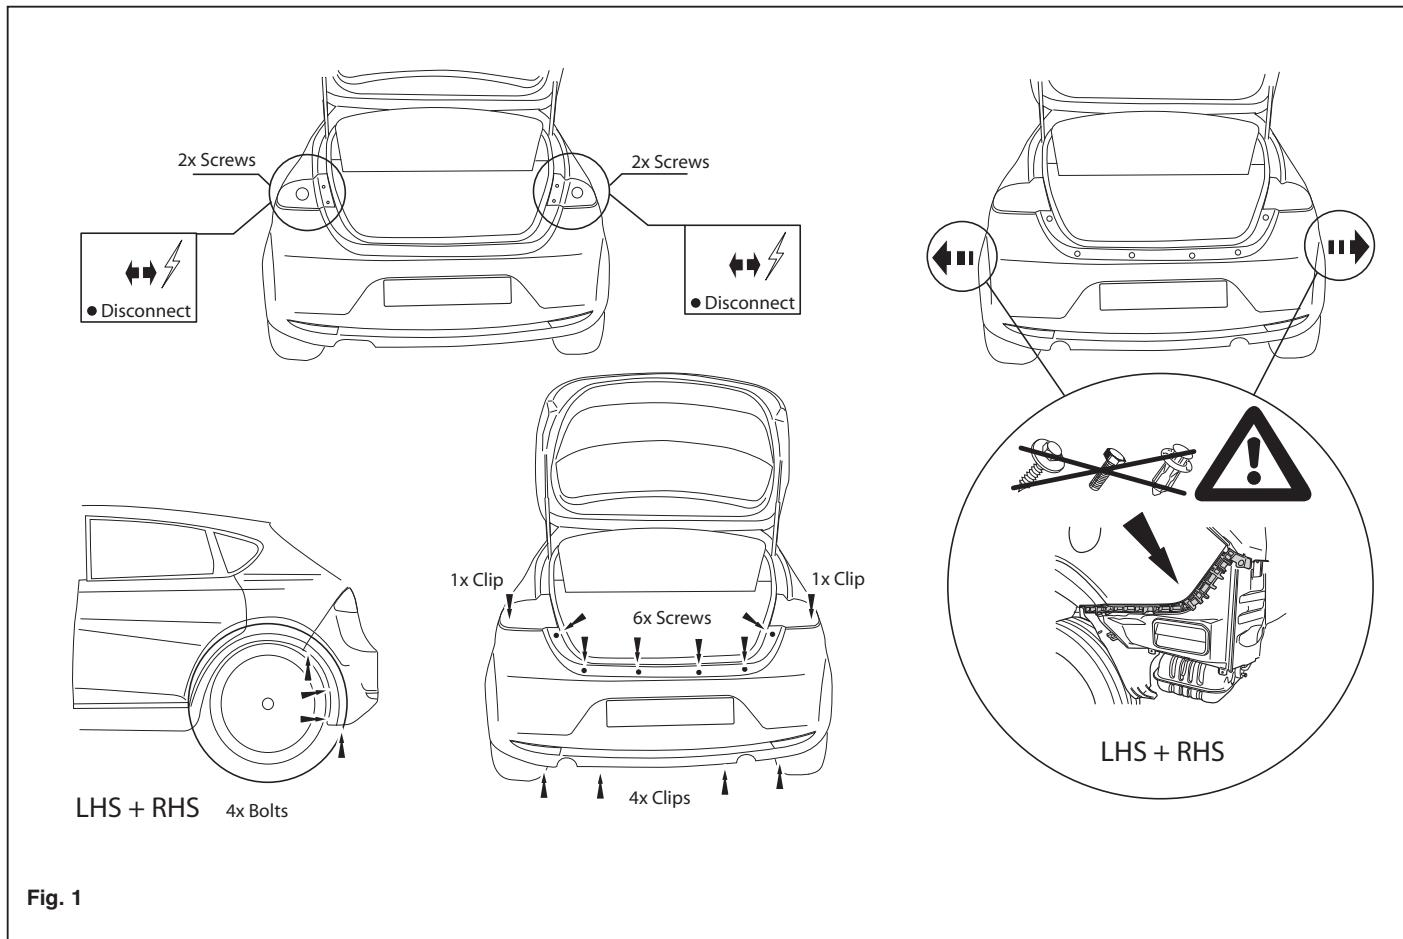

Fig. 1
2. Die Rücklichter abmontieren. Siehe Abbildung 1.
3. Die Stoßstange abmontieren. Siehe Abbildung 1.
2. Démonter les feux arrière. Voir la figure 1.
3. Démonter le pare-chocs. Voir la figure 1.